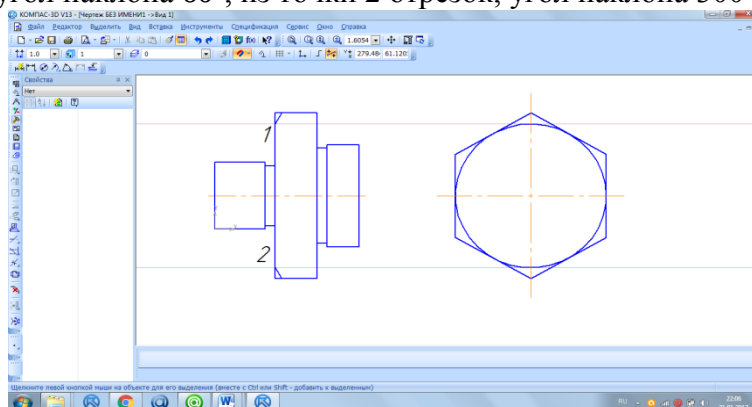

Рисунок 27
8. Проведем *Горизонтальные вспомогательные прямые*, смотри рисунок 27. Проведем из точки 1 отрезок, угол наклона 60^0 , из точки 2 отрезок, угол наклона 300^0 .